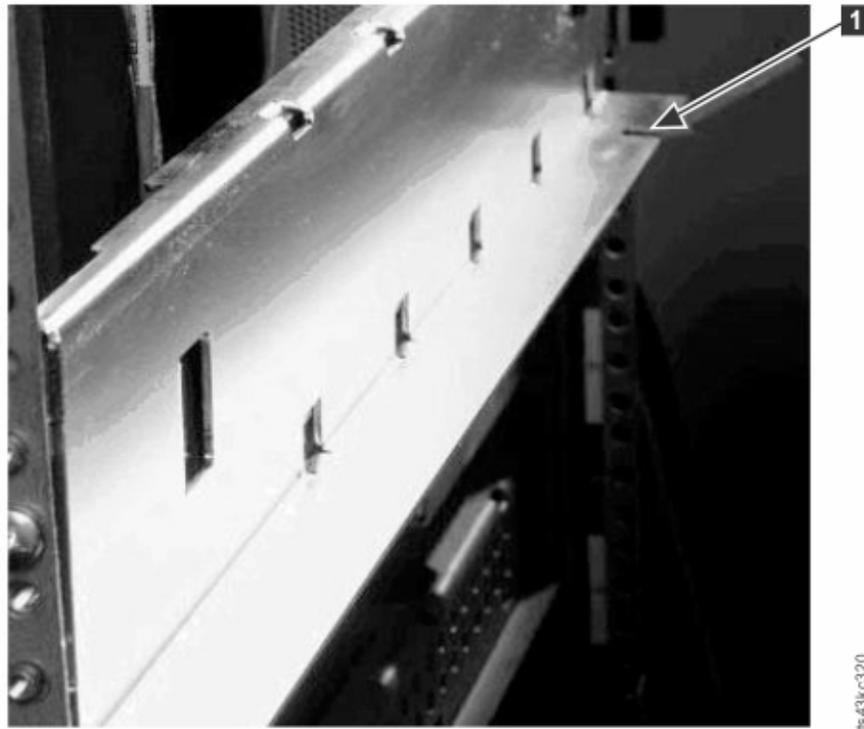

Abbildung 42. Bohrung für Ausrichtungsstift
- a. Bewegen Sie den Ausrichtungshebel des oberen Modulpaares in die verriegelte oder eingerastete Position. Wenn Sie einen Widerstand spüren, richten Sie die Position des oberen Moduls so aus, dass der Stift im Ausrichtungsmechanismus in das dazu passende Loch im unteren Modul bewegt wird. Wenn Sie immer noch einen Widerstand spüren, überprüfen Sie, ob die Rackschienen ordnungsgemäß installiert sind. Überprüfen Sie, ob sich die Bohrung für den Ausrichtungsstift an der (von der Vorderseite aus gesehen) linken Schiene und an der Rückseite des Racks befindet. Siehe 1 in Abbildung 42 auf Seite 55.